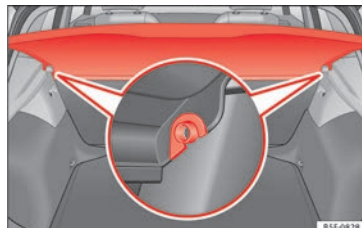

Bild 160 I bagageutrymmet: ta bort och montera hatthyllan
- Ta bort hyllan från sidostöden » **bild 160** genom att dra den uppåt och utåt.
- Sätt in hatthyllan horisontellt så att den sammanfaller med "plattan" på axeln för stöden » **bild 160** och tryck neråt tills den klickar fast på sin plats.